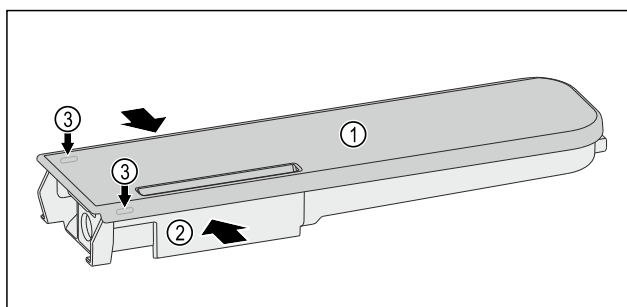

Fig. 123
- Druk het waterreservoir Fig. 123 (2) samen en til het deksel Fig. 123 (1) voorzichtig over de vergrendelingsnokken Fig. 123 (3) en trek het omhoog.
- Beweeg het deksel Fig. 123 (1) licht heen en weer en neem het naar boven toe af.